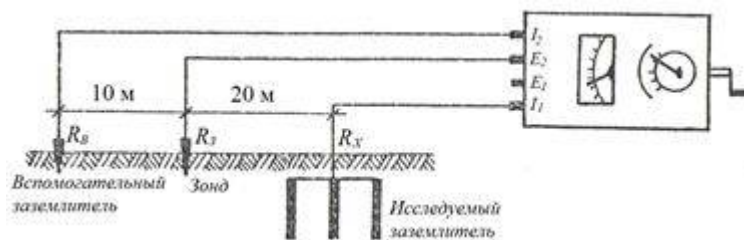

Рис. 2 – Схема измерения сопротивления защитного заземления
Измерение сопротивления защитного заземления можно выполнить *методом амперметра-вольтметра* с помощью мегомметра типа МС с использованием вспомогательного заземлителя и потенциального электрода-зонда, расположенных на достаточном расстоянии от исследуемого заземлителя (рис. 2).
1. Ознакомиться с конструкцией мегаомметра, подключить его к исследуемому заземлению по схеме, показанной на рис. 2.